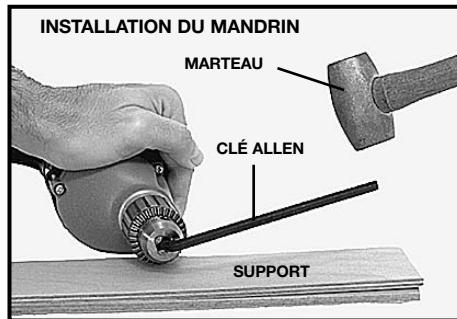

Fig. 6
5. **INSTALLEZ LE MANDRIN :** Ouvrez les mâchoires du mandrin de rechange à fond. Vissez le mandrin sur l'arbre en le tournant en sens horaire. Serrez à la main. Insérez une clé Allen dans le mandrin (voir pas No 4). Posez le mandrin sur une surface dure, positionnez la clé Allen vers la droite (voir fig. 6) et frappez la au marteau d'un coup sec pour serrer le mandrin sur l'arbre.